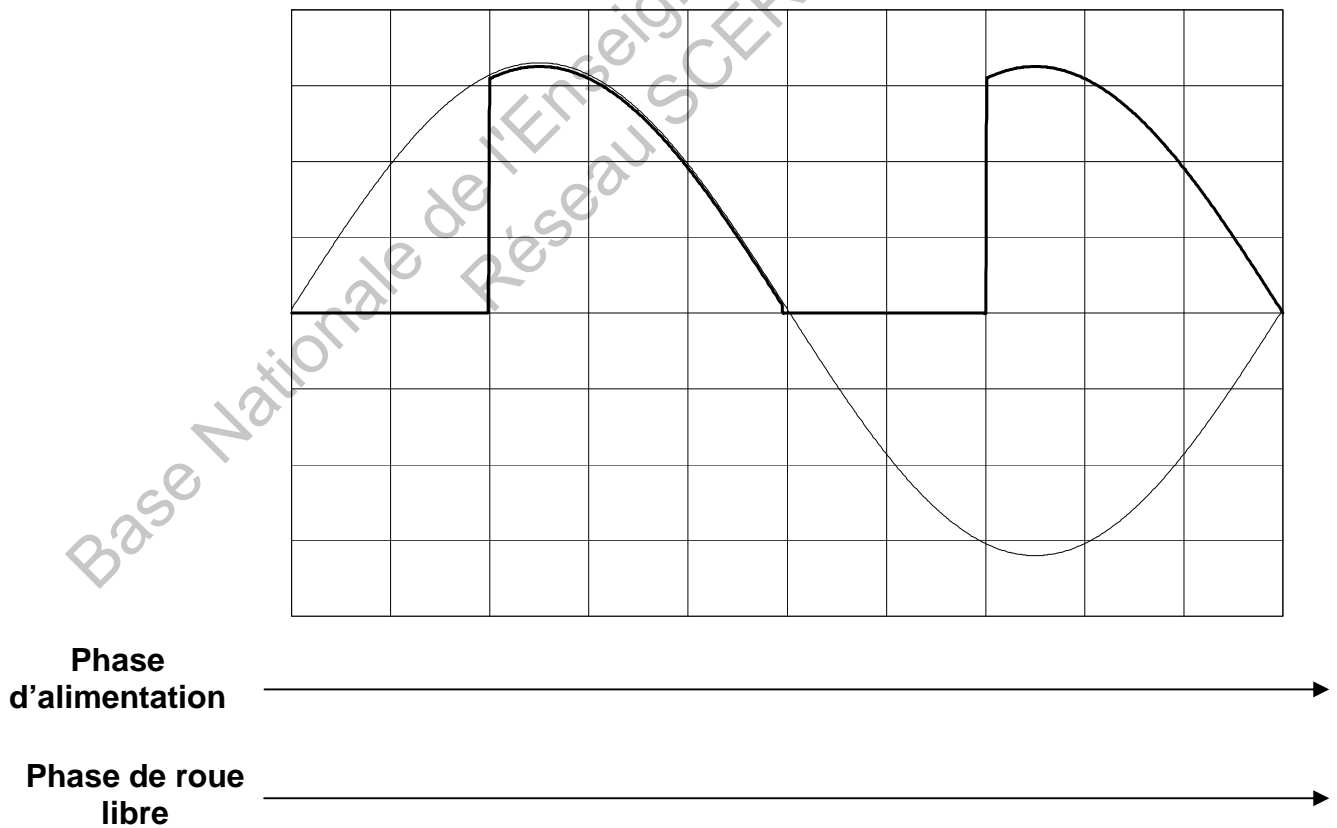

Figure 2 : Oscillogramme
- 4) L'oscillogramme obtenu est représenté sur la **Figure 2** du **Document réponse N°1**.
- 4-4) Indiquer sur la **Figure 2** du **Document réponse N°1**, pour les deux axes tracés, où se situent les phases d'alimentation et de roue libre.